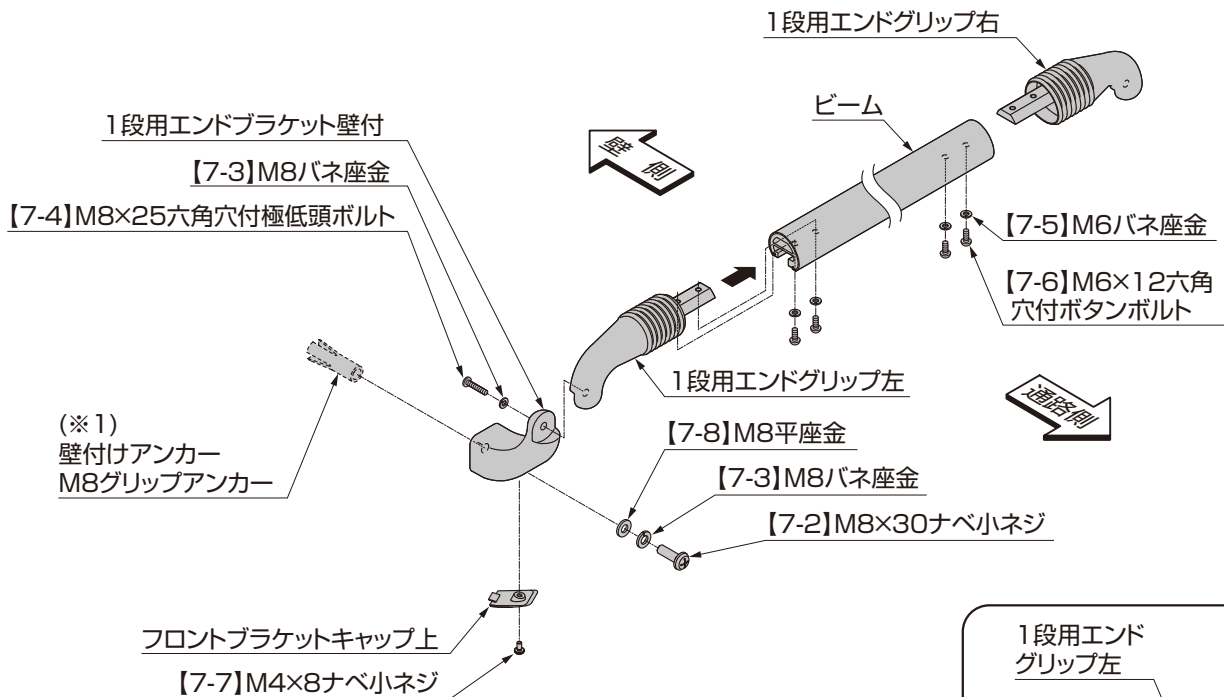

図5-2
- 1段用エンドグリップには、右、左の向きがあります。1段用エンドグリップには、左のみ「L」と刻印がされています。(図5-2参照)
- ④フロントブラケットキャップを【7-7】で取付けてください。